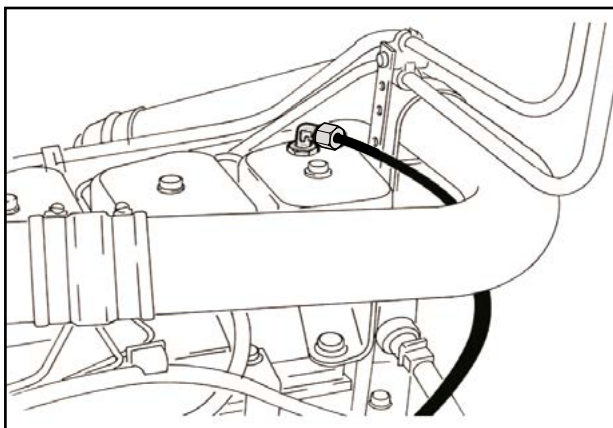

Abbildung4.13 Anschließen der PA-Füllleitung
3. Setzen Sie den Ventildeckel wieder ein und schließen Sie die Füllleitung an (Abbildung 4.13).